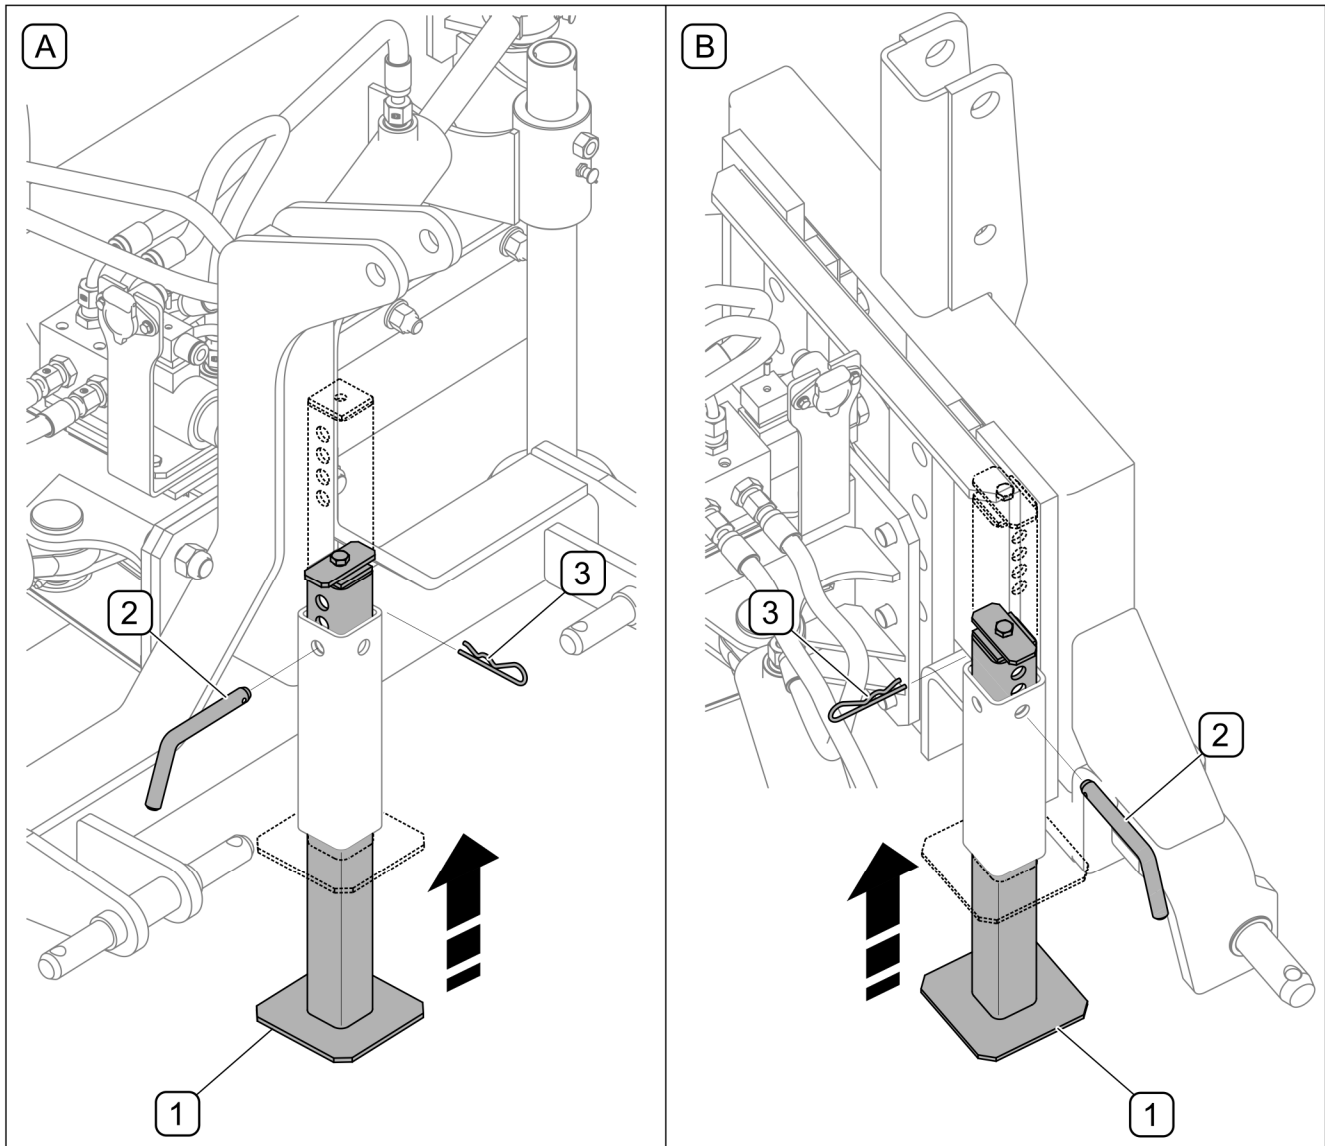

РИСУНОК 4.4 Подъем стояночной опоры
- Поднять стояночную опору и заблокировать шплинтом и чекой (РИСУНОК 4.4).
- опустить стрелу-манипулятор и повернуть рамку вниз (A) таким образом, чтобы места крепления на рамке быстрого крепежа оказались ниже мест крепления в снегоотвале,
- поднять стрелу (B), зацепляя места крепления за крюки снегоотвала, и, управляя стрелой погрузчика, отклонить рамку назад (C), вызывая тем самым блокировку быстроразъемного соединения,
- поднять стояночную опору(РИСУНОК 4.4),
Чтобы поднять стояночную опору (РИСУНОК 4.4), необходимо: